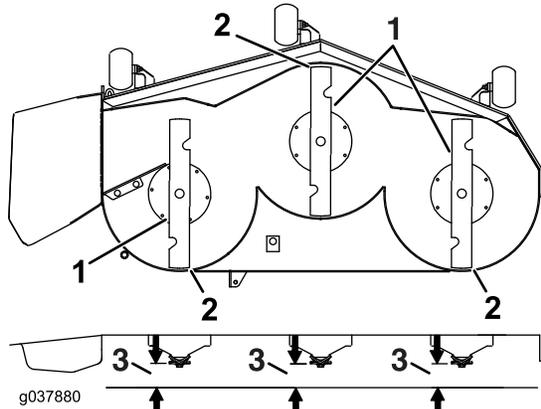

Figure 102
8. Vérifiez l'inclinaison avant/arrière des lames (Figure 102). Vérifiez que la pointe avant de